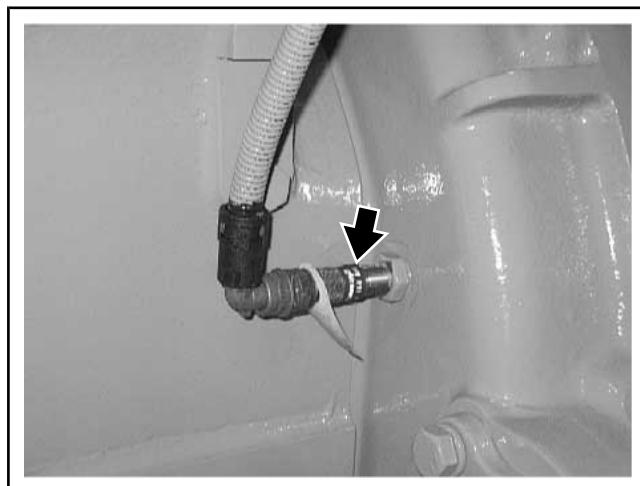

Рисунок 4.05-5: Датчик магнитных импульсов коленчатого вала IPM
1. Вкрутите датчик в корпус коленвала до контакта с маховиком (см. Рисунок 4.05-5).